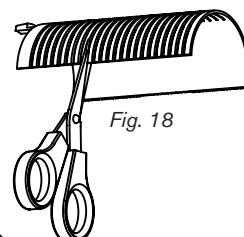

Fig. 18
- Corte cuidadosamente a extensão nesta ranhura com uma tesoura (fig. 18)